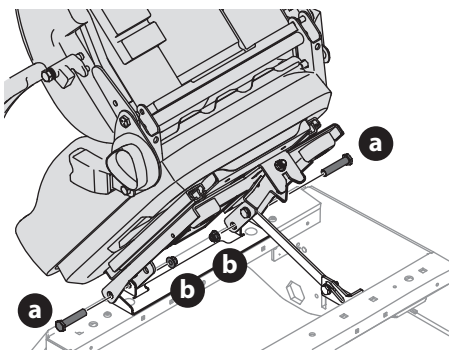

Fig. 8
1. Saque las dos tuercas de seguridad bridadas (b) y pernos con reborde (a) de la bolsa del manual (Fig. 8).
2. Coloque el asiento en posición y fíjelo con los elementos de ferretería (Fig. 8).